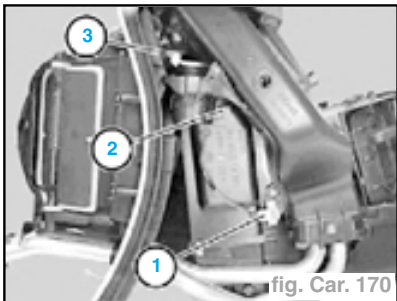

fig. Car. 170
- Extraire la sonde de température (1) et débrancher le connecteur (2) (fig. Car. 170).